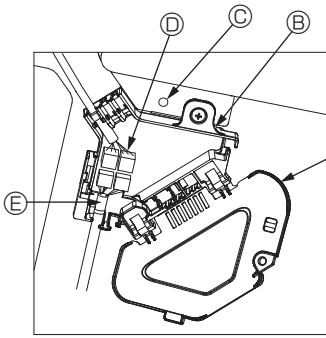

Fig. 10-8
- ① Verwijder de schroef waarmee de kap van de schakeldoos vastzit en open de kap.
- ② Sluit de connector van de verbindingsbedrading voor de waaiermotor en de verbindingsdraad voor de waaiermotor van het paneel stevig aan in de schakeldoos. (Fig. 10-8)